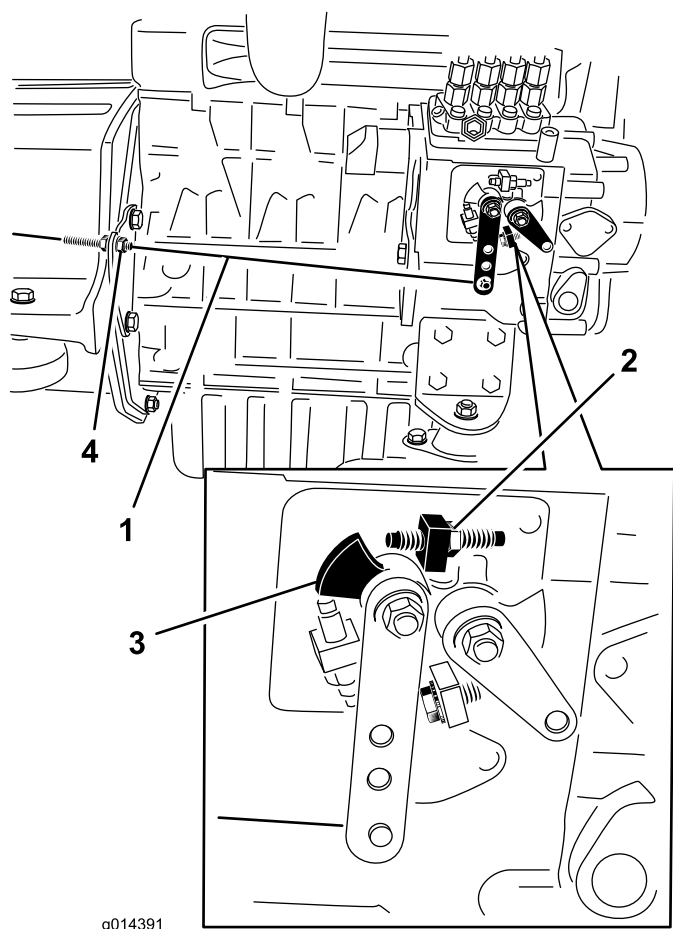

Рисунок 28
2. Проверьте положение рычага переключения скоростного диапазона на топливном насосе. Когда рычаг дроссельной заслонки находится в положении FAST (фиксированном), рычаг переключения скоростного диапазона должен касаться винта высоких оборотов (Рисунок 28).
3. При необходимости положение зажимных гаек тросика дроссельной заслонки можно отрегулировать так, чтобы рычаг переключения скоростного диапазона касался винта высоких оборотов, когда рычаг дроссельной заслонки находится в положении FAST (фиксированном) (Рисунок 28).